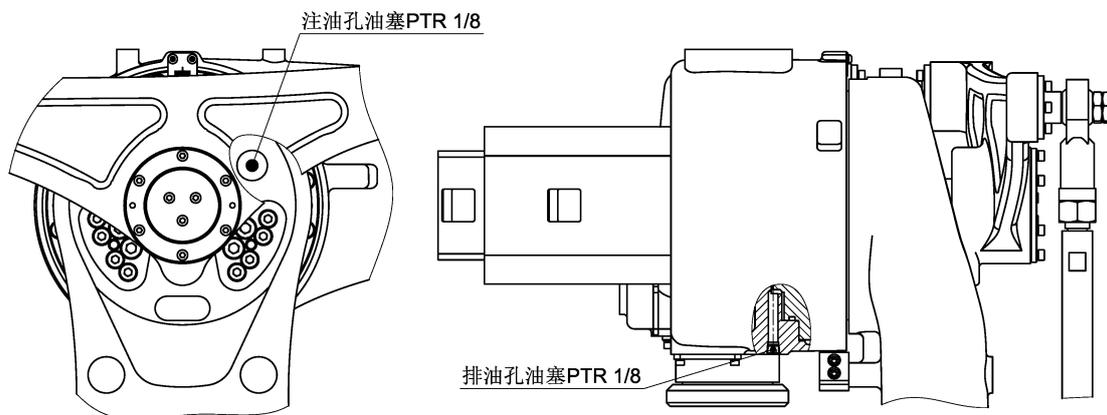

图 18 J3 轴局部结构
## (1) 油脂补充步骤（参考图 18）
## （2）油脂更换步骤（参考图 18）